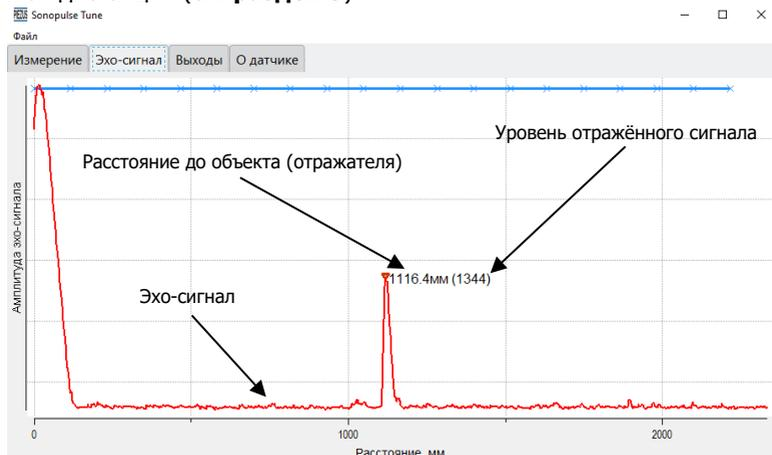

Рисунок 2.3 – Пример вида отражения на вкладке «Эхо-сигнал».
4) На вкладке «**Эхо-сигнал**» визуализируется график с уровнем входящего отраженного сигнала датчика, в зависимости от расстояния (**рисунок 2.3**). Пиковое изменение указывает на наличие препятствия, а числовое значение соответствует расстоянию. Вкладка позволяет увидеть нахождение в зоне луча посторонних нежелательных объектов и воспользоваться настройкой чувствительности вдоль акустической оси сенсора для подавления входящих мешающих отражений на определенной дистанции (см. **раздел 5**).